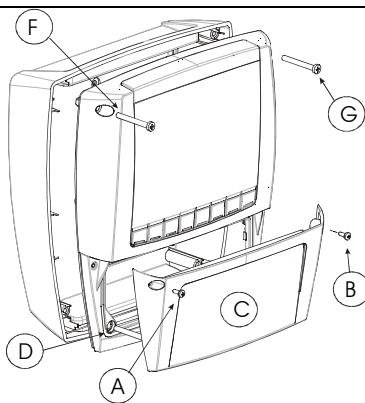

FIG. 2
8. Dopo aver collegato i fili alla morsettiera, richiudere lo sportello (Fig. 2, c), avendo cura di fissarlo prima alla base e poi di avvitare le viti
8. Dopo aver collegato i fili alla morsetteria, richiudere lo sportello (Fig. 2, c), avendo cura di fissarlo prima alla base e poi di avvitare le viti